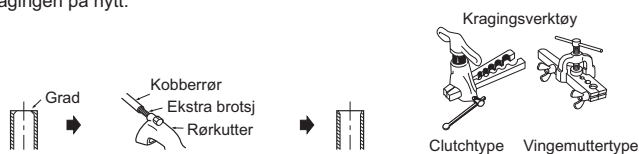

Fig. 3
- Ved kobling av avtappingsslangen til det harde røret i vinylklorid, påse at slangen føres godt inn i røret. (Fig. 3)
- 4) Trekk avtappingshetten inn i delen hvor avtappingsslangen skal festes bakerst i den innvendige enheten. (Fig. 3)
- 2) Fjern alle spor fra kuttet tverrsnitt av røret. (Fig. 3)